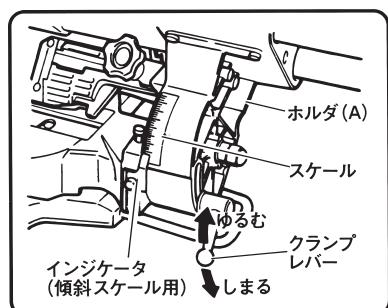

図 27
(1) ホルダ(A)後方のクランプレバーをゆるめ、ヘッド部（図1参照）を左側に傾斜させます。（図27）
(2) インジケータ（傾斜スケール用）を希望の傾斜角にするよう傾斜スケールの度数目盛に合わせ、クランプレバーを固定します。
(3) 切断作業は、4および5項を参照してください。